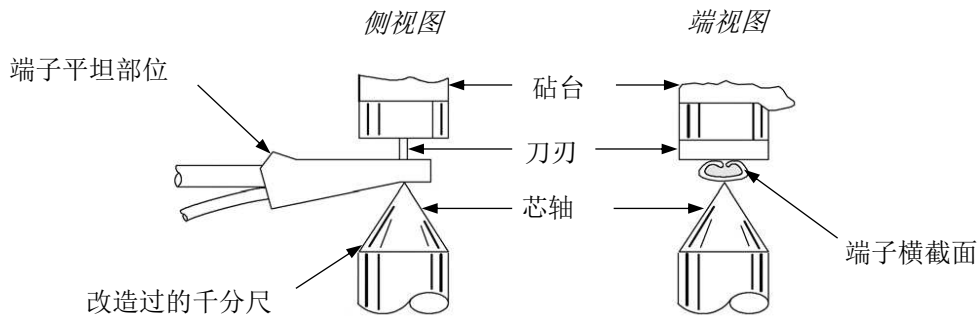

图 16
1. 检查端接是否符合图 16 详图 A 规定的要求。
2. 如图 16 详图 B 所示，使用压接高度千分尺测量端接的压接高度。压接高度与该类型的端子及使用的线径相对应的尺寸之间的误差不得超过 $\pm 0.08 \text{ mm}$ ($\pm 0.003 \text{ in}$)。